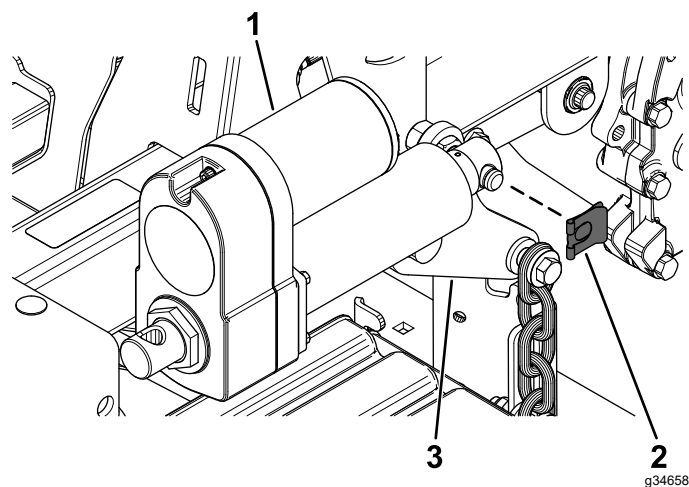

Figura 20
- Prenda o atuador no braço de elevação da plataforma traseiro utilizando o clipe do pino (Figura 20).